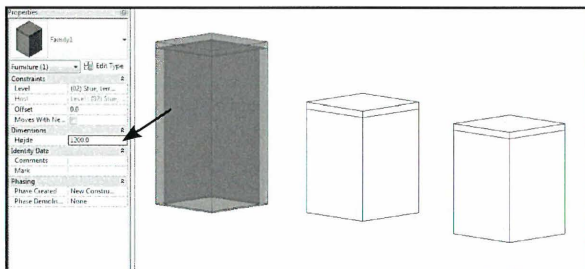

Fig. 06.39. Lav højden om på en af boksene i Properties.
- Marker et af objekterne og ændre højden direkte i *Properties* (Fig. 06.39).
Før skulle vi klikke *Edit Type* i *Properties*, for at ændre på højden, nu kan vi gøre det direkte i *Properties*. Det er også en stor forskel mellem *Type*- og *Instance* parameteren. Vi kan også se i billedet (Fig. 06.39), at det kun er det ene objekt der ændre sig i højden, selvom det er den samme familie.